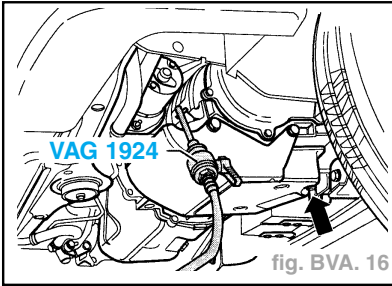

fig. BVA. 16
- Verser de l'ATF dans la boîte de vitesses jusqu'à ce qu'elle déborde par l'alésage de contrôle (flèche). (fig. BVA. 16)